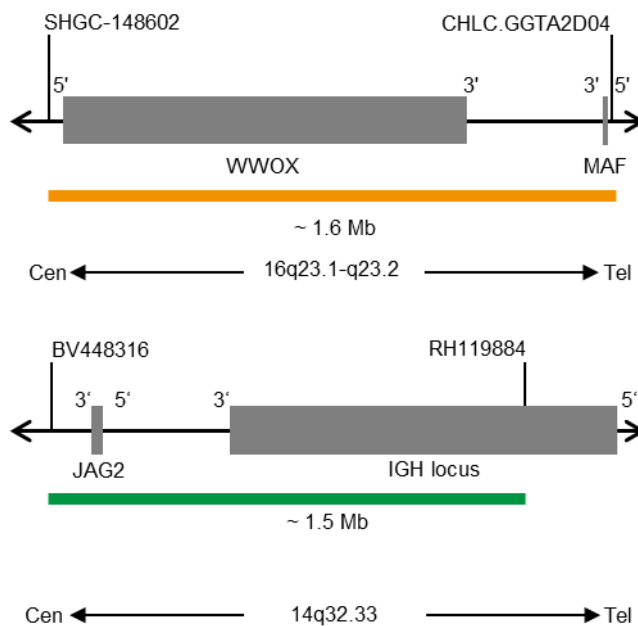

Abb. 1: Oben: SPEC MAF Sondenlokalisation; Unten: SPEC IGH Sondenlokalisation (nicht maßstabsgetreu)
- ZyOrange (Anregung 547 nm/Emission 572 nm) markierten Polynukleotiden (~6 ng/μl), die gegen Sequenzen in 16q23.1-q23.2* (chr16:78,089,697-79,657,277) gerichtet sind, welche die MAF-Genregion enthalten (siehe Abb. 1).
- ZyGreen (Anregung 503 nm/Emission 528 nm) markierten Polynukleotiden (~12,0 ng/μl), die gegen Sequenzen in 14q32.33* (chr14:105,462,169-106,995,000) gerichtet sind, welche den IGH-Locus enthalten (siehe Abb. 1).